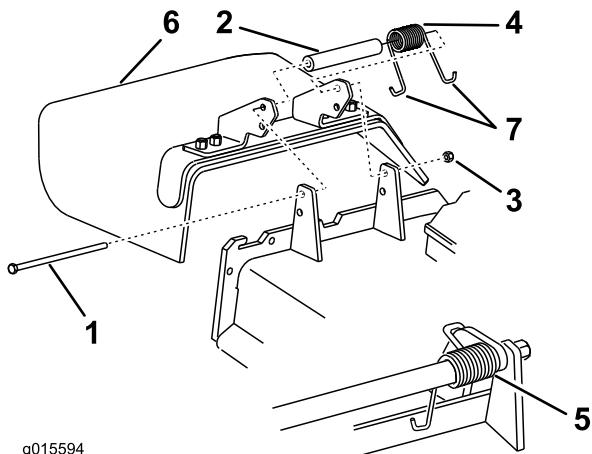

Figure 82
1. Retirez le contre-écrou, le boulon, le ressort et l'entretoise qui fixent le déflecteur aux supports de pivot (Figure 82). Enlevez le déflecteur s'il est endommagé ou usé.
**Remarque:** Prenez soin de placer une extrémité en J du ressort derrière le bord du plateau avant de mettre le boulon en place, comme indiqué à la Figure 82.
3. Remettez le boulon et l'écrou. Accrochez une extrémité en J du ressort au déflecteur d'herbe (Figure 82).